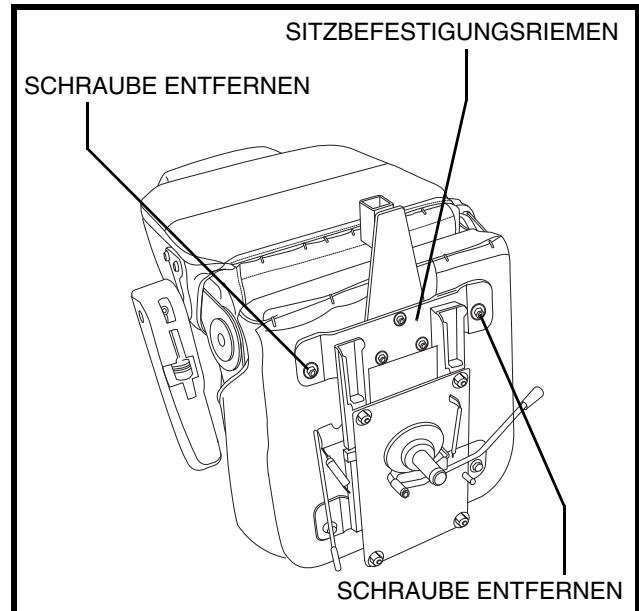

Abb. 19. Einbau des Ruckhaltegurtes
Ihr Elektromobil ist mit einem KFZ-typischen Ruckhaltegurt ausgestattet, der dem Benutzer angepaßt werden kann. **Siehe Abb. 19.** Der Ruckhaltegurt wurde konzipiert, um ein Auf- oder Abwärtsrutschen des Fahrers zu verhindern.
2. Sitz umdrehen, um die Unterseite einzusehen. **Siehe Abb. 19.**